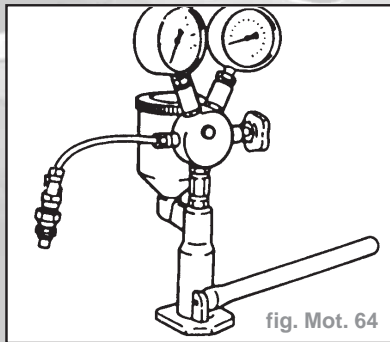

fig. Mot. 64
- Brancher l'injecteur sur l'appareil de contrôle (fig. Mot. 64).
- Pour pouvoir contrôler l'étanchéité des gicleurs, le levier de l'appareil de contrôle doit être actionné jusqu'à ce que le manomètre indique une pression de **100 bar** (fig. Mot. 64). Si aucune goutte ne tombe du nez du gicleur pendant 10 secondes, le gicleur d'injection est alors intact.